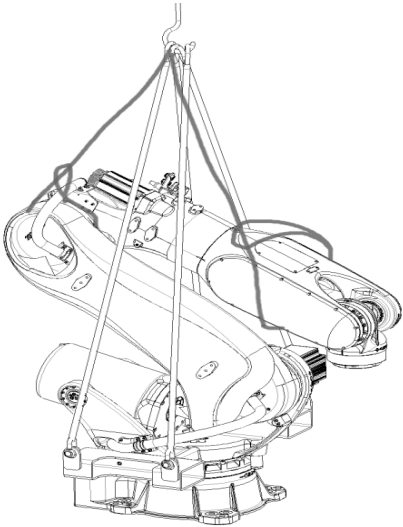

图 3.2.1
- (1) 必须把机器人调整到搬运姿态（参考图3.2.1）。
- (2) 锁紧机器人腰部的叉运冶具的吊耳孔。
- (3) 用满足机器人搬运要求的吊带，穿过吊耳孔。
- (4) 在吊带与机器人本体有接触的地方，垫上缓冲材料。
- (5) 搬运时，必须缓慢平稳，防止机器人在搬运过程中晃动。